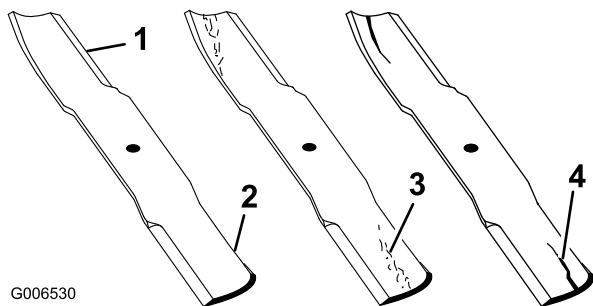

Figura 44
1. Inspeccione as extremidades de corte (Figura 44). Se as extremidades não estiverem afiadas ou estiverem amolgadas retire e afie as lâminas; consultar Afiar as lâminas
2. Inspeccione as lâminas, especialmente a área em curva (Figura 44). Se verificar quaisquer danos, desgaste, ou a formação de ranhuras nesta área (item 3 em Figura 44), instale imediatamente uma lâmina nova.